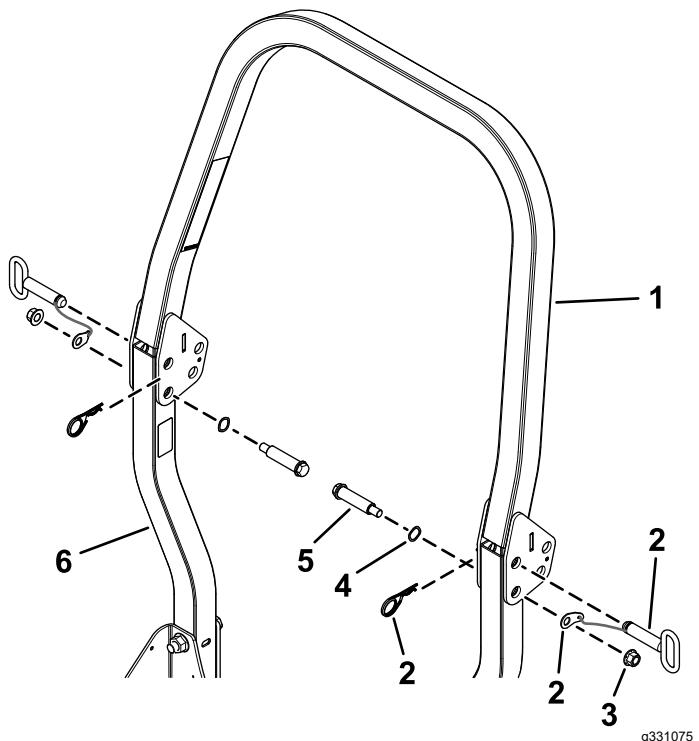

Figure 3
- Fixez les parties inférieures sur la partie supérieure de l'arceau de sécurité à l'aide de 2 boulons à épaulement, 2 rondelles ondulées, 2 contre-écrous (1/2"), et l'ensemble axe d'articulation (Figure 3).